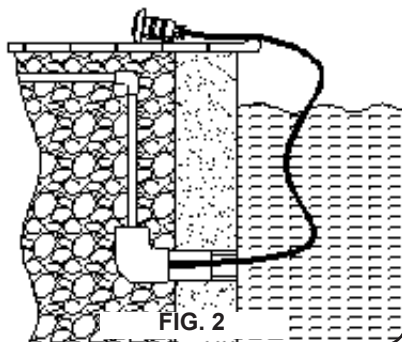

FIG. 2
4. É importante deixar uma quantidade de cabo suficiente para poder retirar o projetor até ao bordo da piscina em caso de anomalias. (Fig. 2)
Deve-se ter a precaução de deixar 1,5 m de cabo enrolado no corpo do projetor para poder extrair o projetor até à borda da piscina em caso de manipulação (Fig. 2).